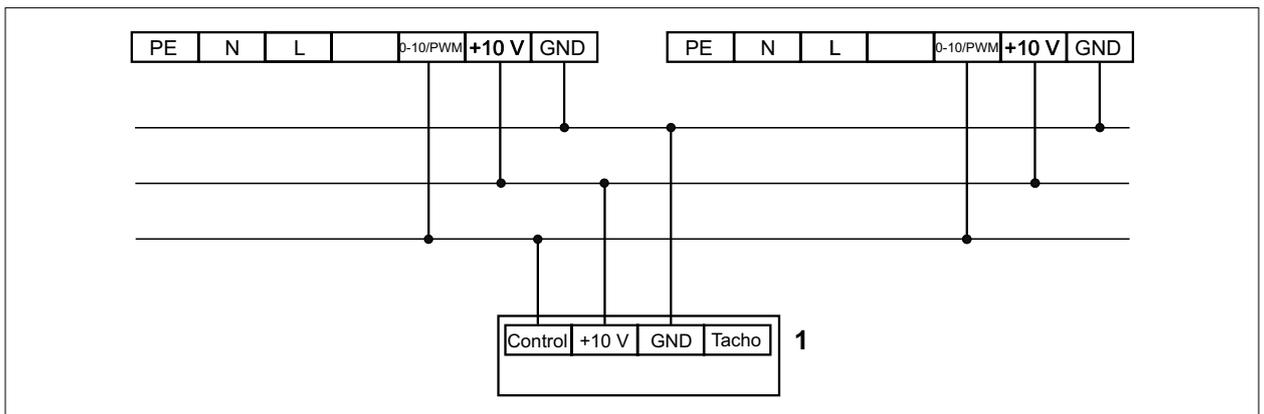

Fig. 6.2 Esquema de conexión regulador de velocidad proporcional 0 - 10 V con varios aerotermos LH-EC
- ▶ Fig. 6.2 Esquema de conexión regulador de velocidad proporcional 0 - 10 V con varios aerotermos LH-EC Respetar